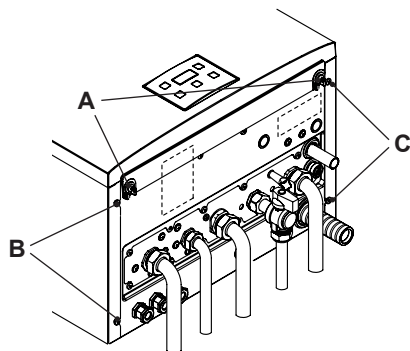
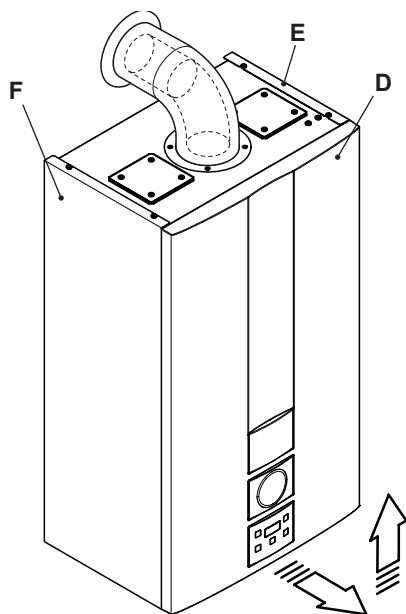

Figura 9.5
Figura 9.6
- Desenrosque los tornillos A y desmonte el panel frontal D tirando de él hacia usted y luego levantándolo para liberarlo de los alojamientos superiores (Figura 9.5 y Figura 9.6).
- Afloje los tornillos B y C de la Figura 9.5 y desmonte los dos paneles laterales E y F tirando de ellos hacia afuera.
- Sujete el panel frontal D con los tornillos A (Figura 9.5).